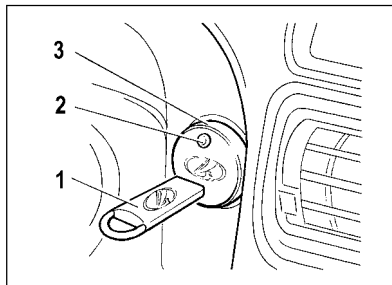

Рис. 22. Панель приборов (фрагмент)
1. После открытия какой-либо двери или кратковременного включения зажигания (если выключатель в двери неисправен) иммобилизатор на 30 с переходит в режим "готовность к считыванию кода" - световой индикатор 2 (рис. 22) датчика-сигнализатора 3 мигает с удвоенной частотой.